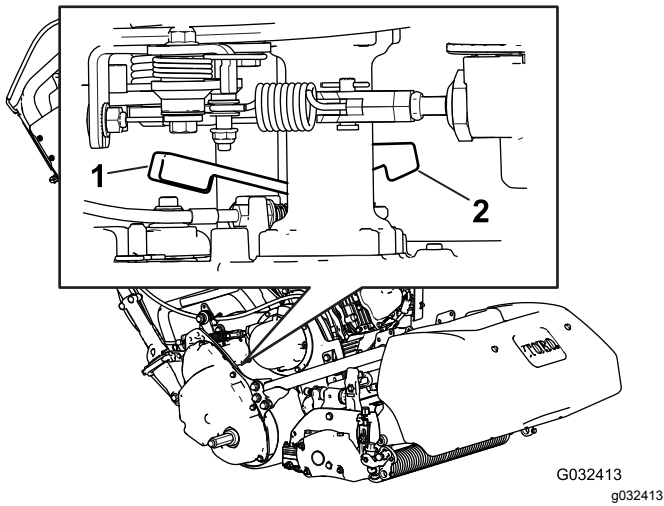

Bild 30
1. Rechts hinten an der Maschine neben der Antriebsgehäusetrommel befindet sich der Hebel zum Ein-/Auskuppeln des Fahrantriebs (Bild 30).